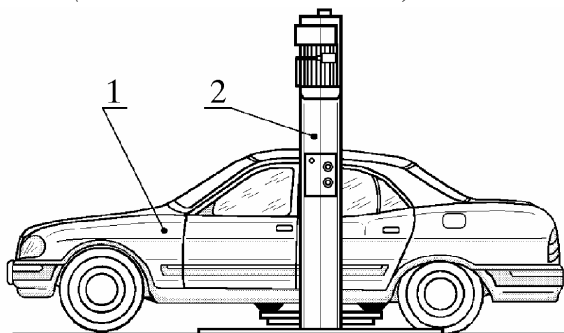

Рис.1. Установка автомобиля на подъемник:
4.1. Установить автомобиль на подъемник 2 (рис. 1), выключить зажигание, установить рычаг КПП в нейтральное положение.